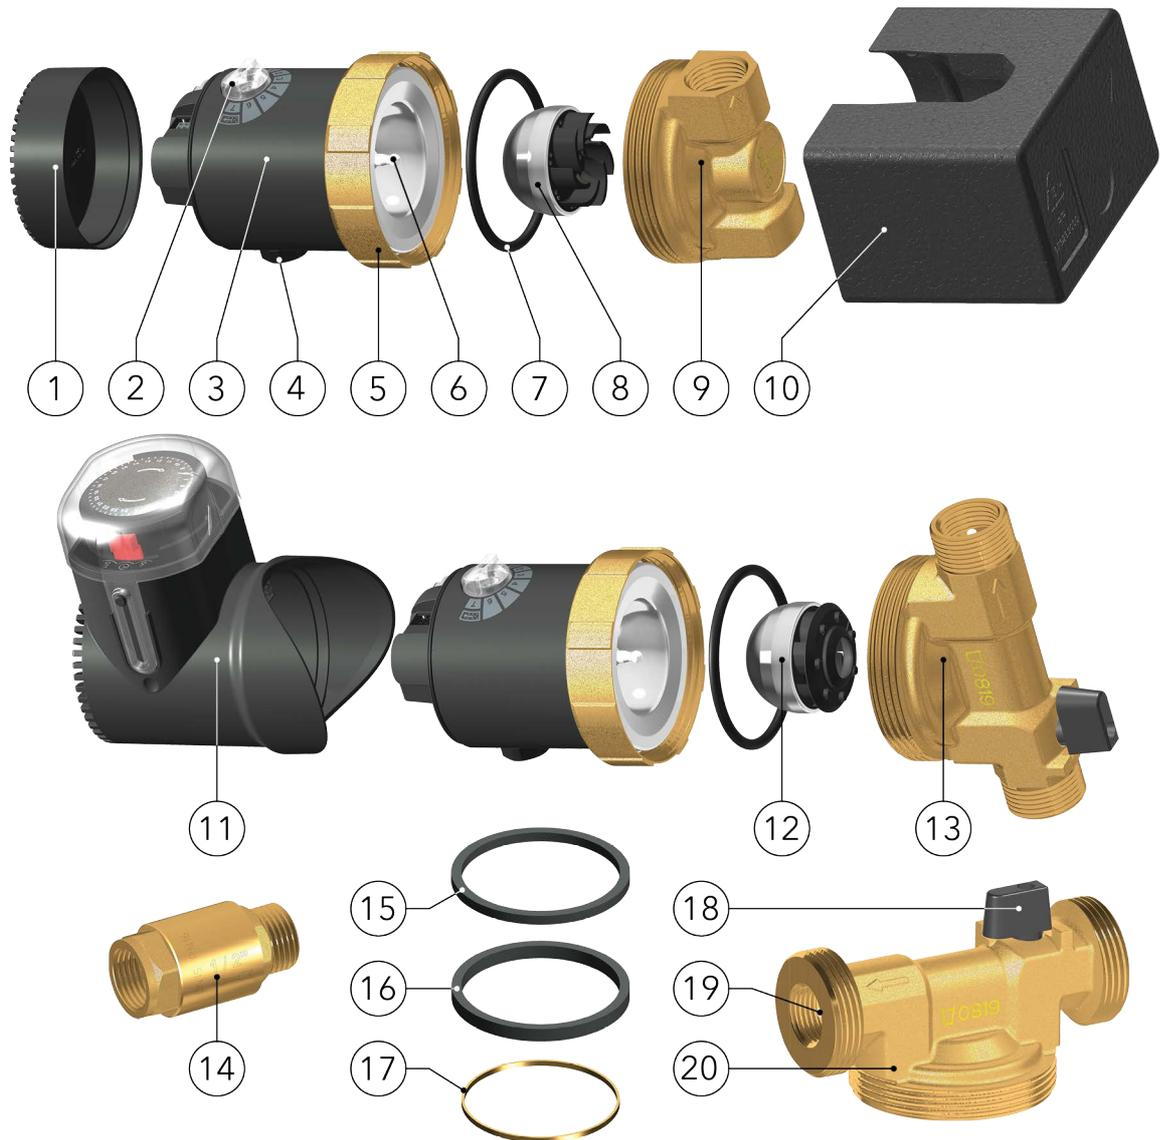

Figura 3
- Ao usar modelos de bomba com código de alojamento da bomba 65B (item 9 na **Figura 3**), utilizar a válvula de retenção G1/2 (item 14 na **Figura 3**) fornecida na embalagem. Isso evita que a água corra através da bomba para trás quando qualquer torneira for aberta, portanto, causando danos.
- Bombas com código de alojamento da bomba 110MB (item 13 na **Figura 3**) e código 110LB (item 20 na **Figura 3**) já estão equipadas com válvula de retenção integrada (item 19 na **Figura 3**) e uma válvula de intercepção de esfera (item 18 na **Figura 3**) nos alojamentos da bomba. (A válvula de retenção abre-se e fecha-se automaticamente; a válvula de intercepção de esfera fecha-se quando o seu manípulo é perpendicular à direção do tubo).
- Com a válvula de intercepção fechada no lado da sucção da bomba e com a válvula de retenção instalada no lado da descarga, a porca de capa (item 5 na **Figura 3**) pode ser desapertada, desta forma a bomba pode ser rodada para a posição correta ou, até removida para a manutenção sem drenar completamente o sistema.